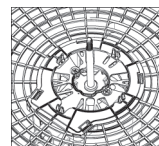

Figura 03
4. Pressionar a região central da Grade Traseira contra as travas do motor até ouvir um "clique" (**Ver figura 03**).